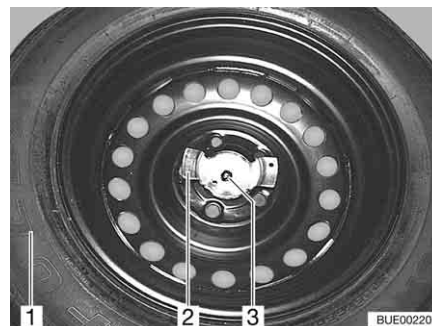

Bild 235 Ersatzrad-Befestigung
- Die beiden Muttern (Bild 235,2 und 3) abschrauben.
- Das Ersatzrad (Bild 235,1) dem Ersatzrad-Halter entnehmen.